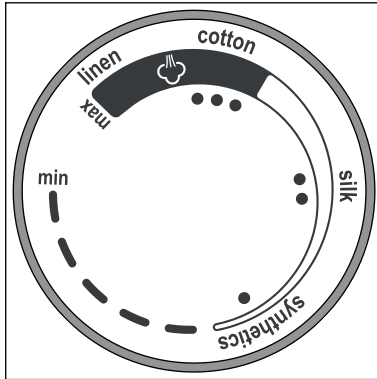

Abb. 5
Stellen Sie den Temperaturregler ③ immer auf die kleinste Stufe **min**, bevor Sie das Gerät einschalten. Die Symbole auf dem Temperaturregler ③ entsprechen folgenden Einstellungen (siehe auch Abb. 5):